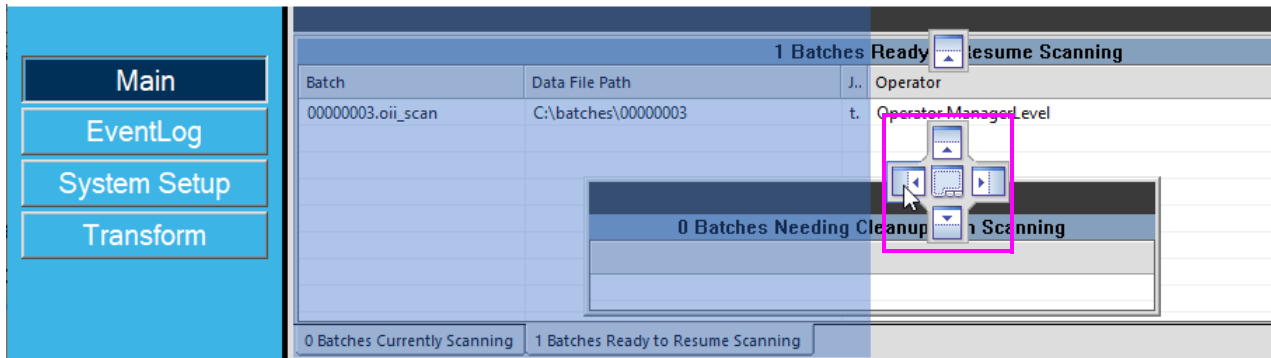

Abbildung 2-31: Anordnen von Bildschirmansichten – Positionssymbol
2. Beim Bewegen des Cursors erscheint ein Positionswerkzeug, mit dem Sie eine Position für das Panel auswählen können. Durch Bewegen des Cursors auf eine der Positionen (oben, unten, links oder rechts) wird der Bereich hervorgehoben, in dem das Panel platziert werden soll (Abbildung 2-31).
Der Beispielbildschirm in Abbildung 2-31 stellt die vorherige Platzierung von **Stapel, die derzeit gescannt werden** auf der linken Seite und **Stapel, die zur Wiederaufnahme des Scanvorgangs bereit sind** auf der rechten Seite dar. Abbildung 2-32 zeigt die Platzierung der **Stapel, die nach dem Scannen bereinigt werden müssen** jetzt in der Mitte.